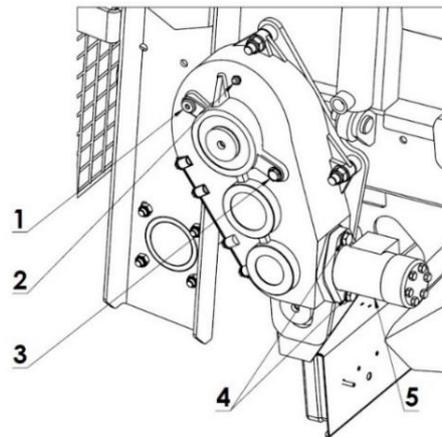

Рисунок 25-й Точки контроля уровня масла редуктора напольного конвейера:
Для слива масла из редуктора напольного конвейера (рисунок 25) открутите болты (3) и выньте гидравлический двигатель (4). Через заливное отверстие (1) заливайте новое масло в редуктор до тех пор, пока оно не появится в контрольном глазке (3). Правильный уровень масла достигается тогда, когда масло видно посередине контрольного глазка.